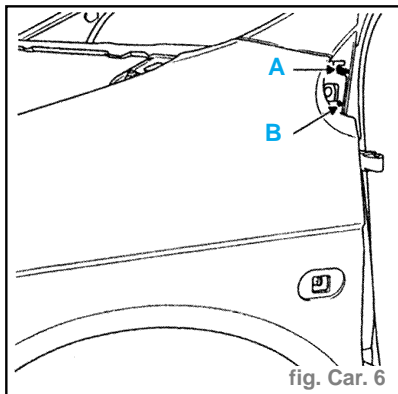

fig. Car. 6
- le rétroviseur pour enlever l'écrou de fixation (A) et la vis (B), (fig. Car. 6)